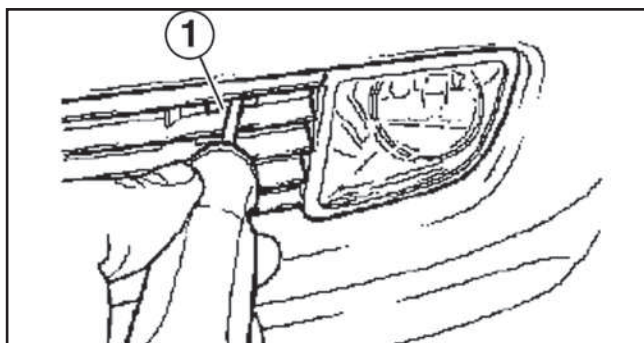

Fig. 1
- Introducir un destornillador en el taladro (1) y actuar sobre el tornillo de reglaje para modificar la altura del proyector antiniebla (Fig. 1)